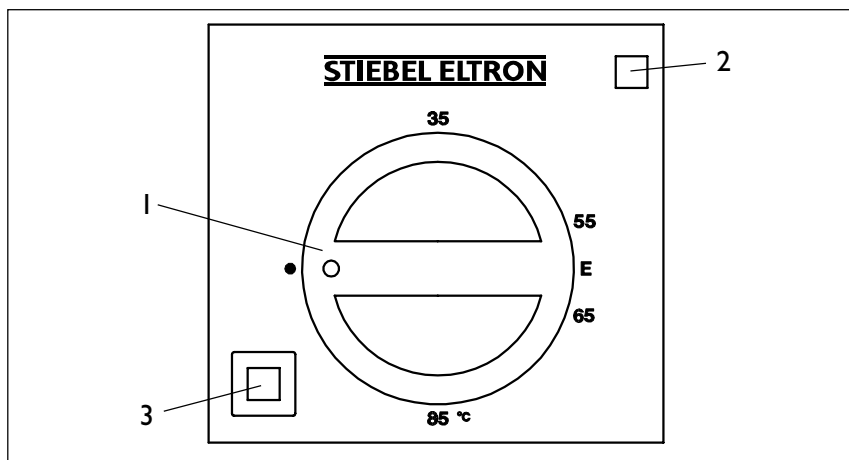
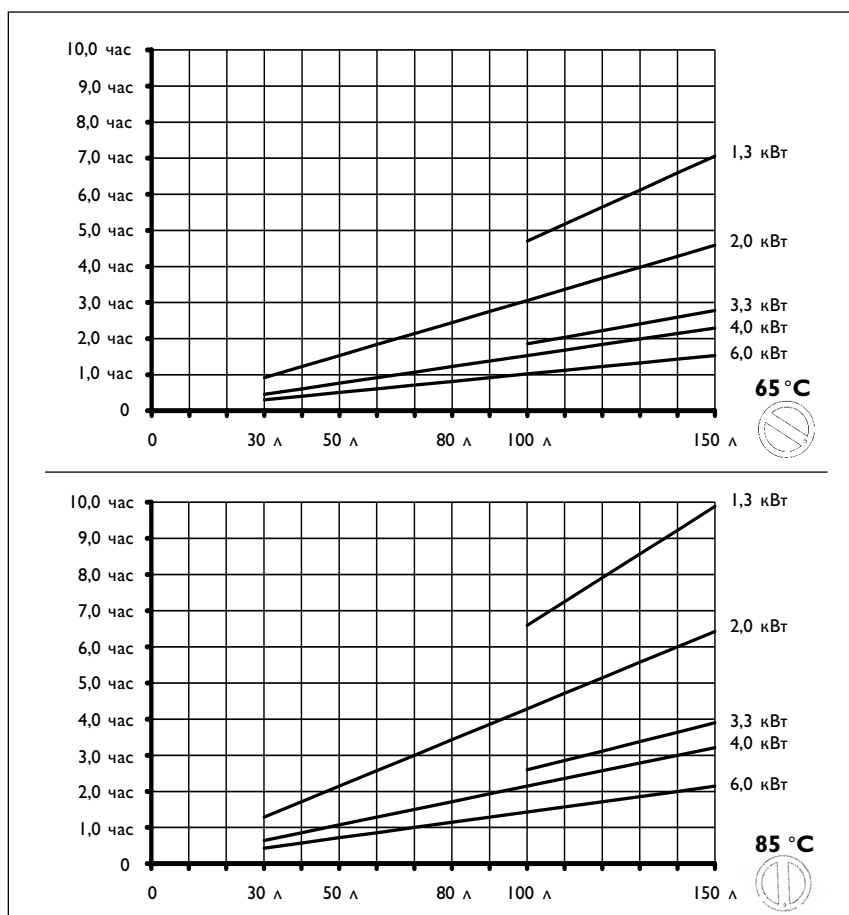
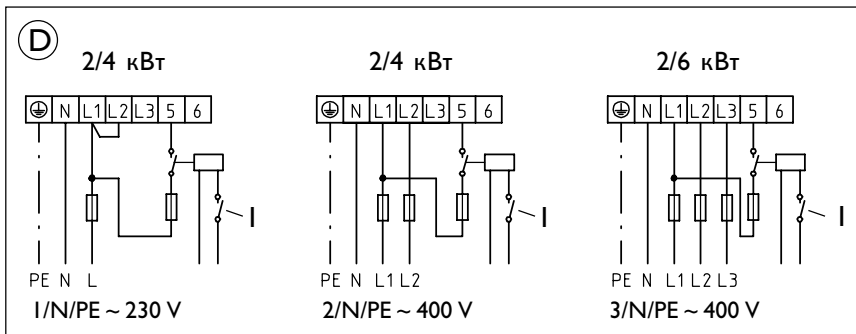

Рис. 2
Рис. 3
рис. 14
Настенные накопительные водонагреватели закрытого типа HFA 30-150 E, HFA 30-150 Z предназначены для снабжения горячей водой одной или нескольких водозаборных точек. Поступление и подогрев воды происходит автоматически по мере расходования готовой горячей воды. Температура готовой воды регулируется от 35 до 85 °C и поддерживается термостатом. Время нагрева представлено на рис.3, в зависимости от емкости водонагревателя и выбранной мощности нагрева (температура входящей воды 10 °C). Плавная настройка температуры от 35 до 85 °C осуществляется ручкой выбора температуры (рис. 2, поз. 1). Водонагреватели имеют сложную группу тенов, что позволяет подключать прибор на различную мощность (варианты коммутации см. на схемах подключения). Водонагреватели типа HFA...Z
позволят помимо нагрева в обычном режиме (стандартная мощность), в случае необходимости использовать режим быстрого подогрева (удвоенная мощность) (варианты подключения см. на рис. 14, 15). Включение режима быстрого подогрева осуществляется кнопкой на панели управления (рис. 2, поз. 3).
Ручка выбора температуры (рис.2, поз.1):
Сигнальная лампочка на панели управления (рис. 2, поз. 2) у приборов типа HFA...E загорается во время нагрева; у приборов типа HFA...Z - во время быстрого подогрева.
**D.** Подключение с возможностью использования режима быстрого подогрева, рис. 14.